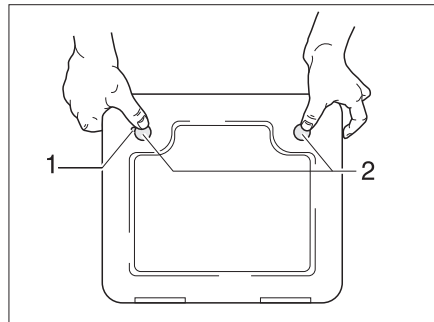

Bild 274 Klappe für die Toiletten-Kassette
- Die Klappe für die Kassette außen am Fahrzeug öffnen. Dazu den Schlüssel in den Schließzylinder des Druckschlösses (Bild 274,1) stecken und eine viertel Umdrehung drehen.
- Beide Druckschlösser (Bild 274,2) gleichzeitig mit dem Daumen drücken und die Klappe für die Kassette öffnen.